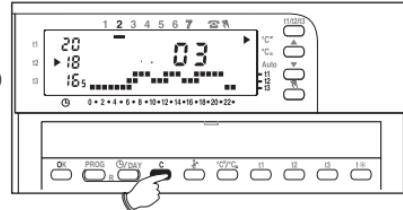

Fig. 40
- **Visualización del tiempo de funcionamiento de las 24 horas del día anterior:** pulsar la tecla **C** y aparecen en la pantalla las horas solicitadas (Fig. 40).